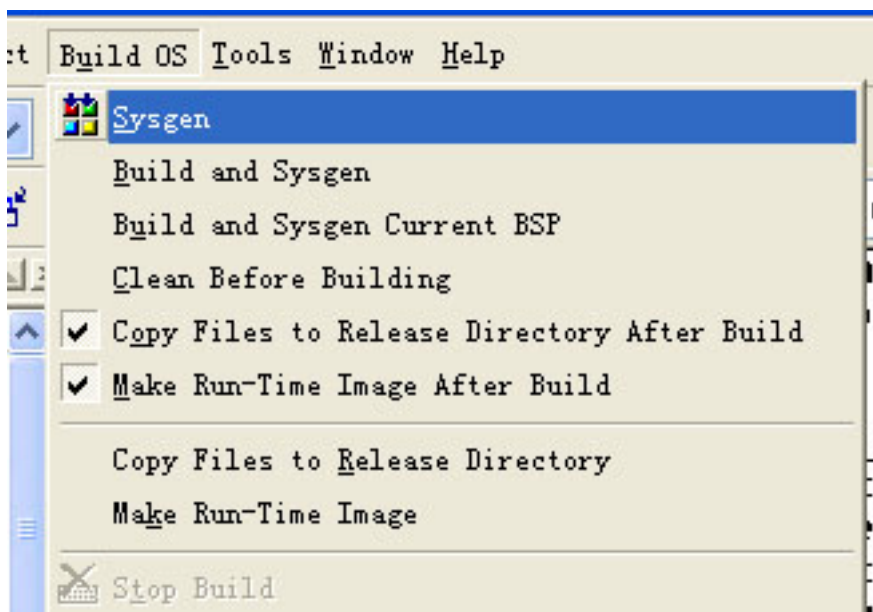

图 11
12. 从菜单 Build OS 选择"Sysgen"编译内核。见图 11